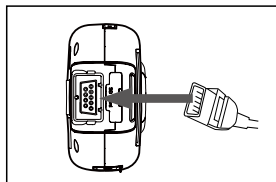

Fig.4.1
2. Insira a sonda SpO2 na tomada da sonda (consulte a Fig.4.1). Se a sonda de SpO2 está desligado da unidade, é exibida uma mensagem “Sonda desligada” na barra de estado no canto superior esquerdo do ecrã.